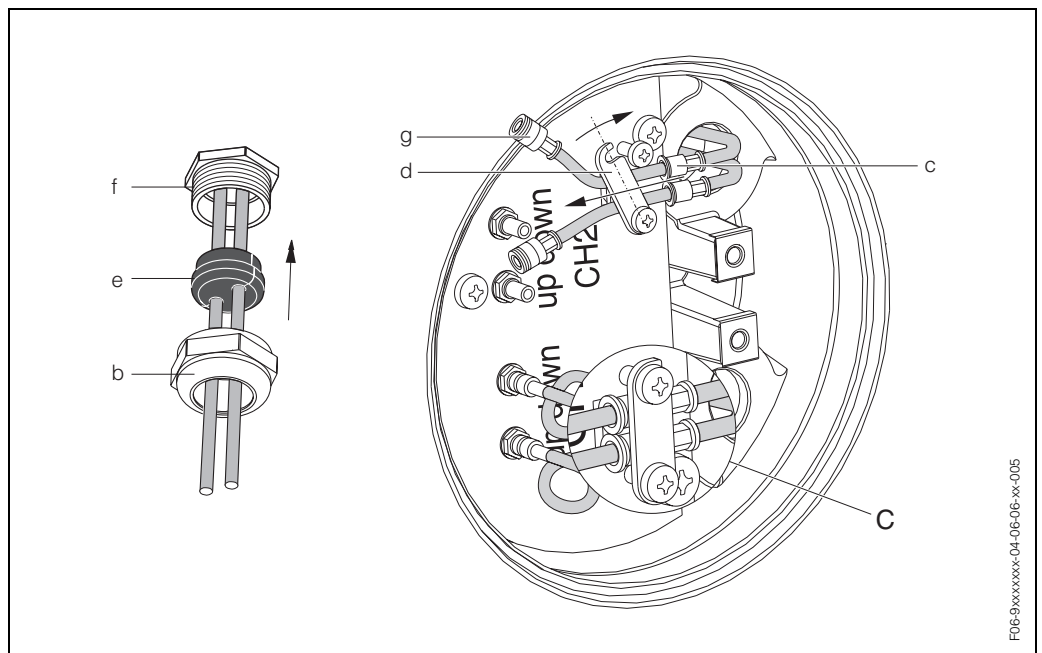

Abb. 5: Anschluss der Sensorverbindungskabel
6. Sensorkabelstecker analog der in Abb. 5 dargestellten Anordnung einstecken.